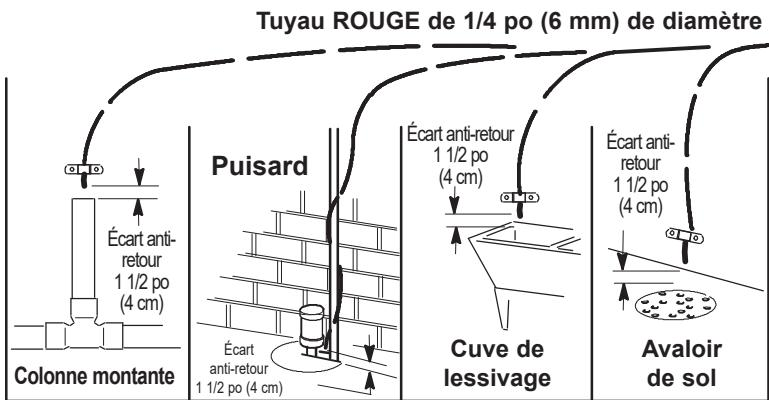

FIG. 12
Dirigez le tuyau d'évacuation vers un point d'évacuation présent dans la maison. Un avaloir de sol, une cuve de lessivage, une colonne montante, un puisard, etc. sont des points d'évacuation appropriés. Voir Fig. 12. Ce type d'évacuation est préférable à celle par l'adaptateur de siphon en P.
6. Dirigez le tuyau vers le point d'évacuation, puis fixez l'extrémité avec un support de tuyauterie. Voir Fig. 12. Laissez un écart anti-retour de 1 1/2 po (4 cm) entre l'extrémité du tuyau et le point d'évacuation. Voir Fig. 12.